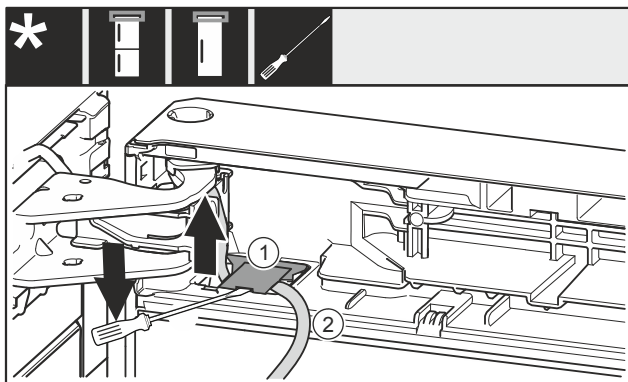

Fig. 15
- Dvignite pokrov Fig. 15 (1) in ga izvalcite s ploščatim izvijačem.
- Izvalcite kabel Fig. 15 (2).